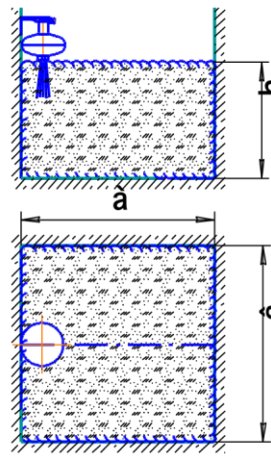

Bild 5
6.6 Die Konfiguration der Pulverausbreitung und die Darstellung der Löschflächen bei der Deckenbefestigung ist auf Bild 4 und den Tabellen 2 und 3, bei der Wandbefestigung auf Bild 5 und in der Tabelle 4 dargestellt.